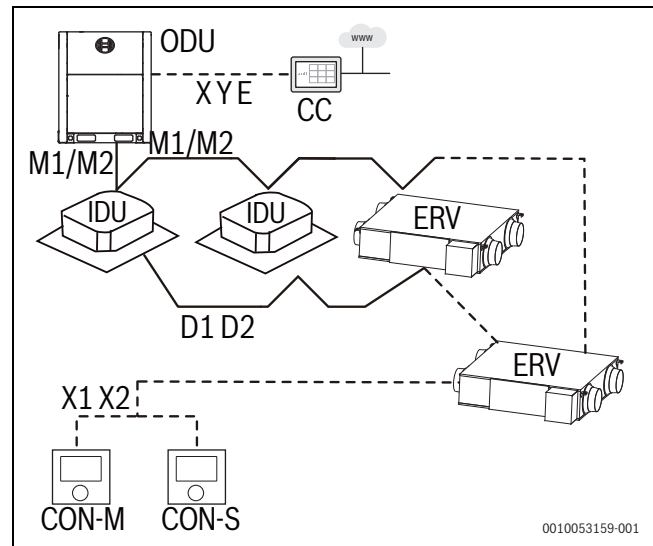

fig. 18 Disa ERV me një ose më shumë njësi të brendshme
- Një grup deri në 16 ERV të kombinuara ose njësi të brendshme të rregullta të kontrolluara nga një ose dy rregullator (kryesor/dytësor) (→ fig. 18).